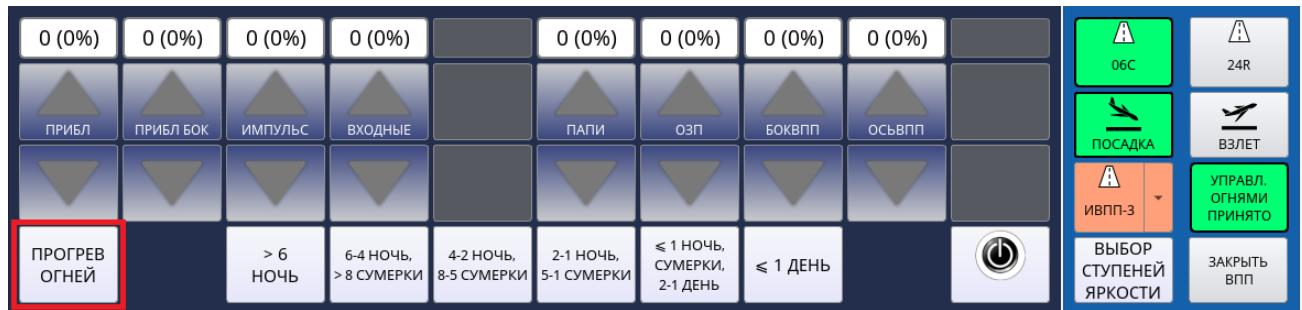

Рисунок 13
- 3. Включить/выключить прогрев огней ВПП:** кнопкой *ПРОГРЕВ ОГНЕЙ*, на рис. 13 выделена красной рамкой.